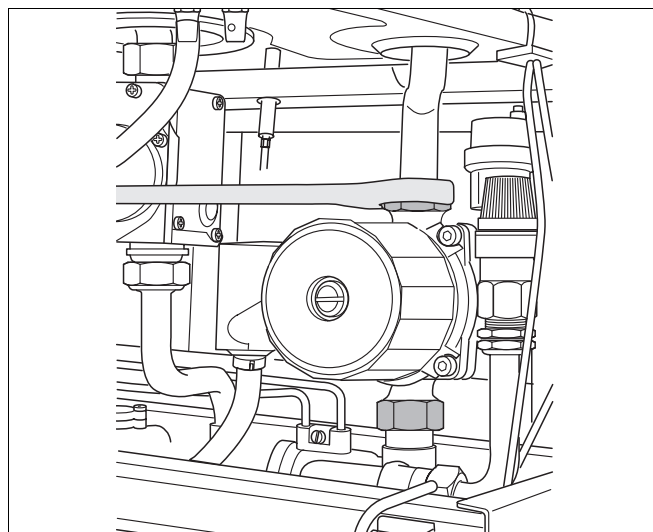

Рис. 19 Замена циркуляционного насоса
- Отвернуть крепеж циркуляционного насоса и вынуть насос (рис. 19).